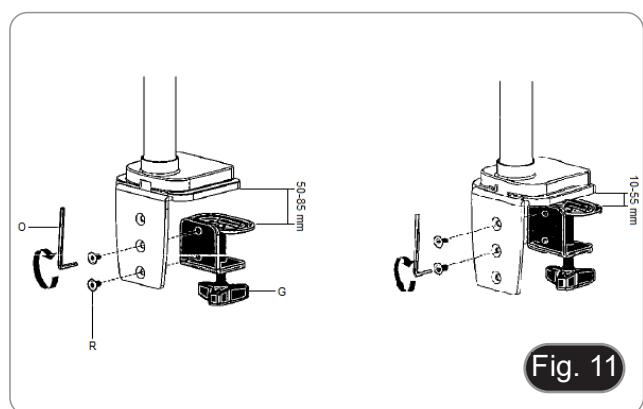

Fig. 11
4. Fixar a pinça (G) ao suporte da pinça (F) com os dois parafusos (R). (Fig. 11)
- NOTA: Dependendo da espessura da mesa, o grampo (G) pode ser montado em duas posições diferentes.